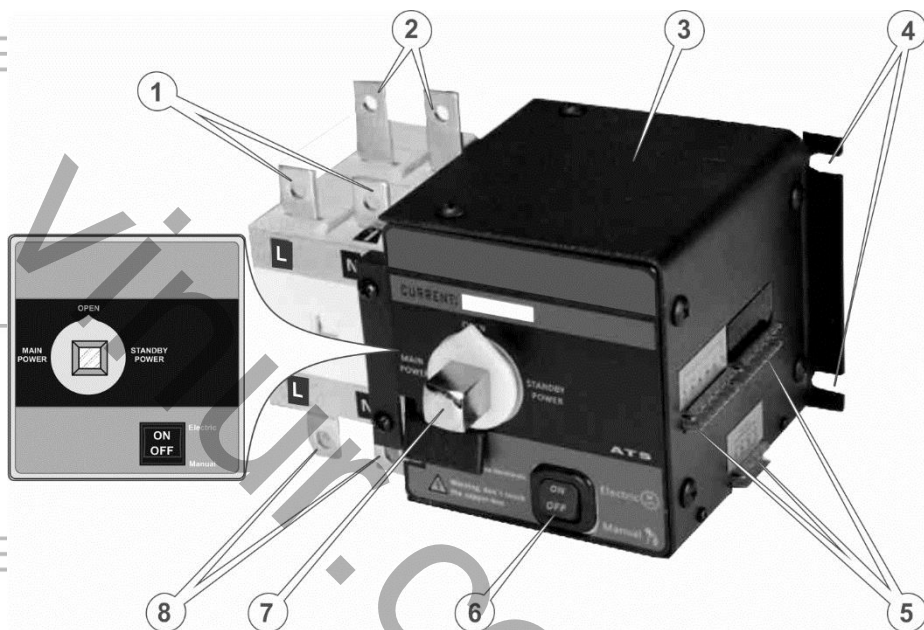
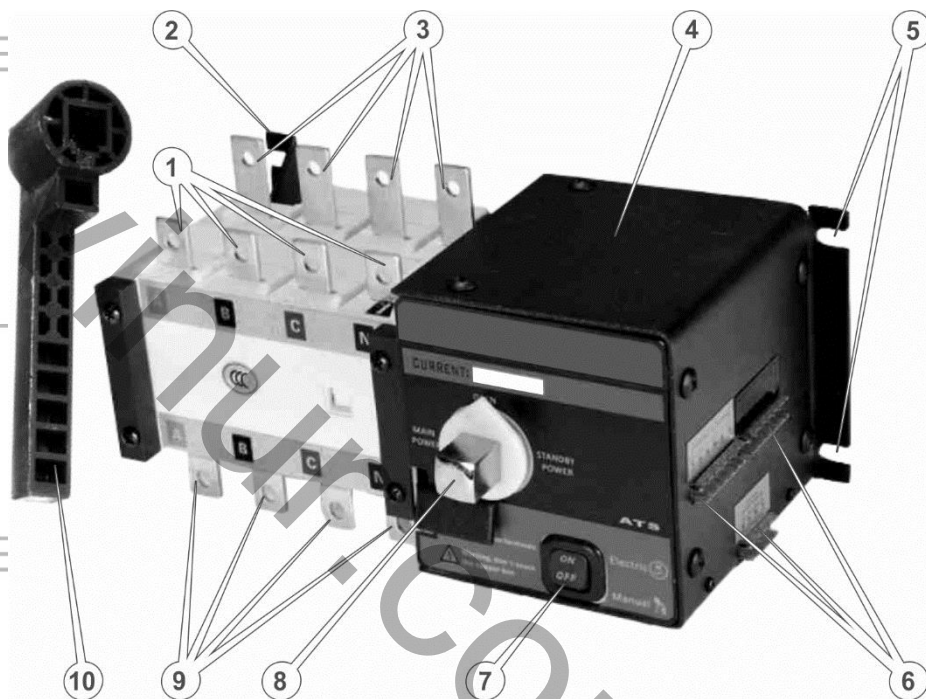

Рисунок 16.
Рисунок 17.
4. Під'єднайте силові кабелі, як зображено для однофазної мережі (див. рис. 16) або трифазної мережі (див.рис. 17) або на панелі під'єднання під клемне з'єднання (див.рис. 14, 15).
5. Перехід на автоматичний режим виконується при переведенні вимикача у положення «ON», як зображено для однофазної мережі (7) (див. рис. 16) або трифазної мережі (8) (див.рис. 17) або перехід на ручний режим, коли вимикач сервоприводу знаходиться у положенні «OFF».
При температурі повітря $t \leq 15^\circ\text{C}$ для створення умов запуску генератора струму, застосовуйте систему підігріву мастила, шляхом увімкнення вимикача (4) (див. рис. 16,17)
(однофазна електромережа) (рис.16)**
(трифазна електромережа) (Рис.17)**